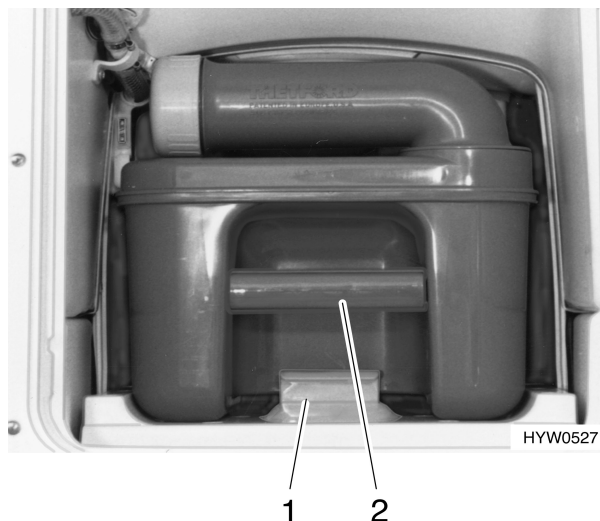

Bild 141 Thetford-Kassette entnehmen
- Haltebügel (Bild 141,1) nach oben ziehen und Thetford-Kassette (Bild 141,2) herausziehen.